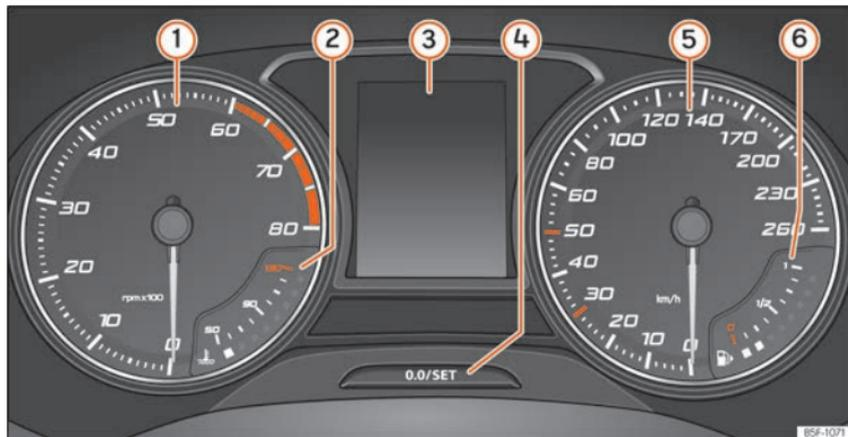

Abb. 111 Display des Kombi-Instruments in der Instrumententafel.
» **Abb. 111:**
Der Drehzahlmesser zeigt die Motordrehzahl pro Minute an »» Abb. 111 ⓘ
Die Nadel des Drehzahlmessers ⓘ »» Abb. 111 darf den roten Bereich nur für einen kurzen Moment erreichen, andernfalls besteht die Gefahr eines Motorschadens.
Beim Einschalten der Zündung können im Display des Kombiinstrumentes »» Abb. 111 ⓘ je nach Fahrzeugausstattung verschiedene Informationen angezeigt werden:
- Drücken Sie kurz die Taste »» Abb. 111 ⓘ, um den Tageskilometerzähler auf 0 zurück zu setzen.
Die Taste » Abb. 111 ④ länger als 15 Sekunden gedrückt halten, um die Motorkennbuchstaben (MKB) des Fahrzeugs anzuzeigen. Dazu muss die Zündung ein- und der Motor ausgeschaltet sein.